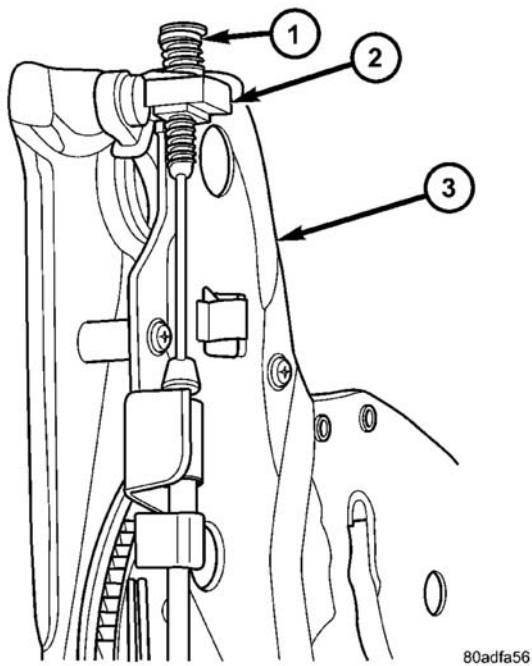

图 6 同步拉线
- （2）通过朝座椅的前部拉拉线端将拉线从座椅靠背角度调整机构卸下（图6）。